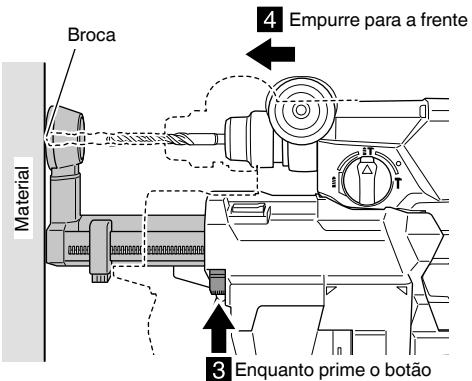

Fig. 6
- (3) Enquanto prime o botão de ajuste do bocal na direção da seta, pressione a ferramenta na direção do material, permitindo que a posição do bocal fique mais curto até atingir a posição em que a broca entra em contacto com o material. (Fig. 6)